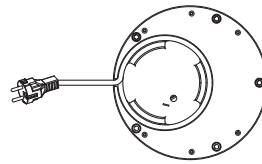

Fig. 18
- Para enrolar o cabo eléctrico, introduza-o manualmente no enrolador próprio, sem esticar excessivamente, de maneira a dispô-lo de modo conveniente, formando várias espirais. (fig. 18)